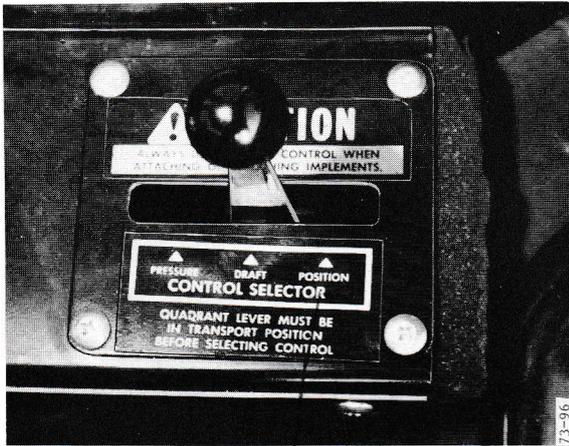
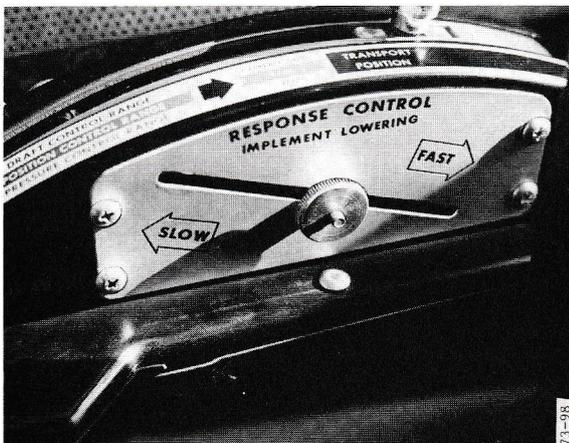
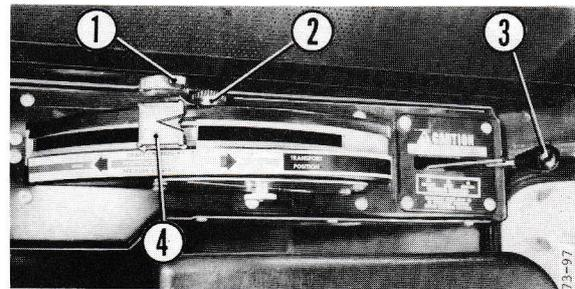

Figure 35 - Manette de sélecteur en position de contrôle d'effort
Figure 37 - Secteur de réponse
Figure 36 -
- 1° - Placer la manette du sélecteur (fig.35) sur la position de contrôle d'effort (DRAFT) et la manette de commande 4 figure 36 entre les repères du secteur.
- 2° - Placer la butée réglable 1 figure 36 en face de la manette de contrôle du système hydraulique et placer le bouton de contrôle de réponse figure 37 entre rapide (FAST) et lent (SLOW).
- 4° - Si la réaction de l'instrument est lente, ou que celui-ci ne travaille pas à la profondeur désirée, déplacer la commande de réponse (figure 37) jusqu'à ce que la réaction de l'instrument soit correcte.
- 7° - Déplacer la manette sur le secteur pour la mettre de niveau avec le repère réglable 1 figure 36, l'instrument reviendra à la profondeur de travail préalablement choisie.